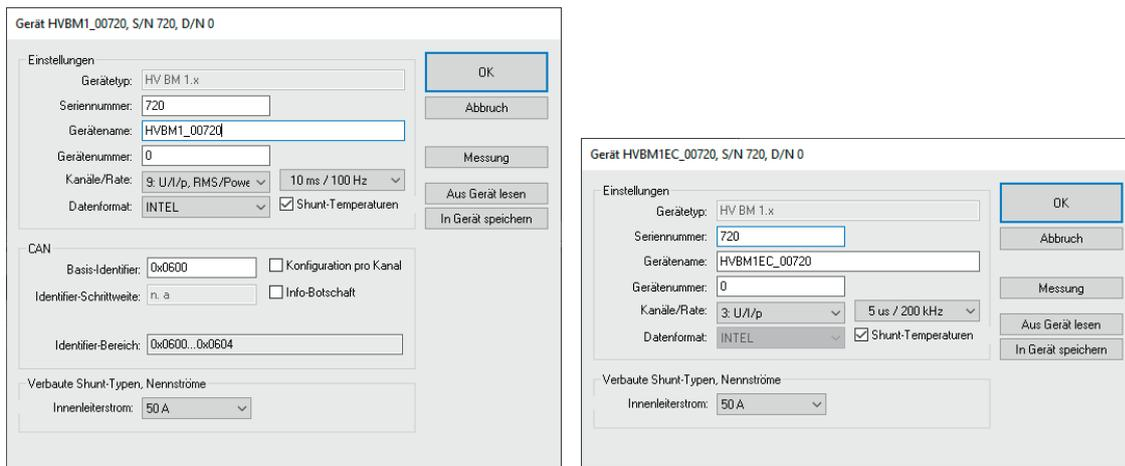

Abb. 6-35: Dialog für Gerätekonfiguration, Modul über CAN (links) bzw. über ECAT verbunden (rechts)
- ☞ Klicken Sie im **Dialog für Gerätekonfiguration** (Abb. 6-35) auf **Aus Gerät lesen**.
Wird die Standardbezeichnung beibehalten, wird diese automatisch angepasst, wenn die Seriennummer geändert wird. Die Bezeichnung in diesem Feld wird auch als Komponente für die Bezeichnung der Kanäle verwendet (Abb. 6-35).
Ist das Messmodul über CAN verbunden, wird im **Dialog für Gerätekonfiguration** zusätzlich der Bereich **CAN** angezeigt (Abb. 6-35).
Im Feld **Identifer-Bereich** wird der Bereich der verwendeten CAN-Identifer angezeigt. Standardmäßig werden CAN-Identifer und Übertragungsrate (Abb. 6-35) pro Gerät angegeben.